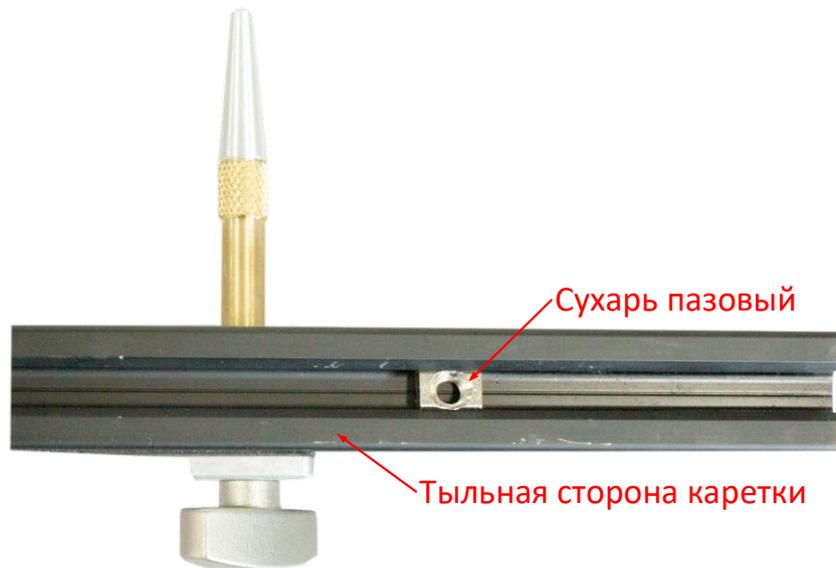

Рисунок 22 – Расположение сухаря пазового на каретке
– переместить сухарь пазовый (рисунок 22) к противоположному краю профильной балки и зафиксировать в ней каретку винтом-фиксатором;